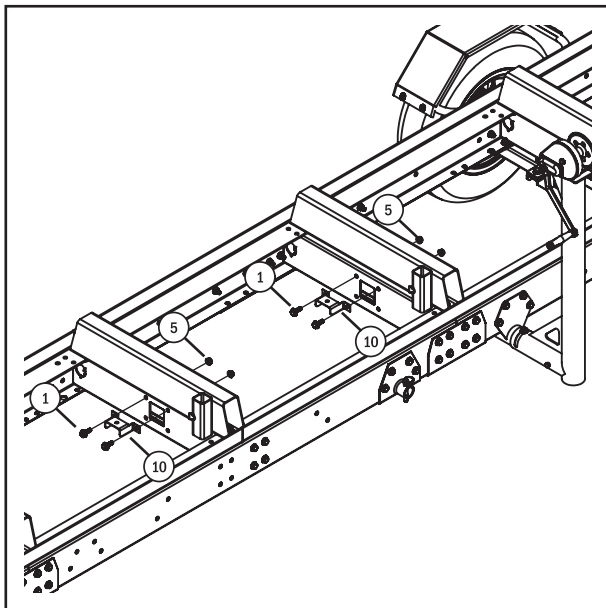

Fig. 3
Étape 7 : Installez les plaques de serrage inférieures sur la remorque. Installez les plaques de serrage inférieures (10) sur les poutres transversales de la remorque, comme indiqué sur la fig. 3, à l'aide de huit boulons à embase M10 x 30 (1) et d'écrous à embase autobloquants M10 (5). Serrez ces dispositifs de fixation entre 43 et 50 Nm (32 et 37 lb-pi).